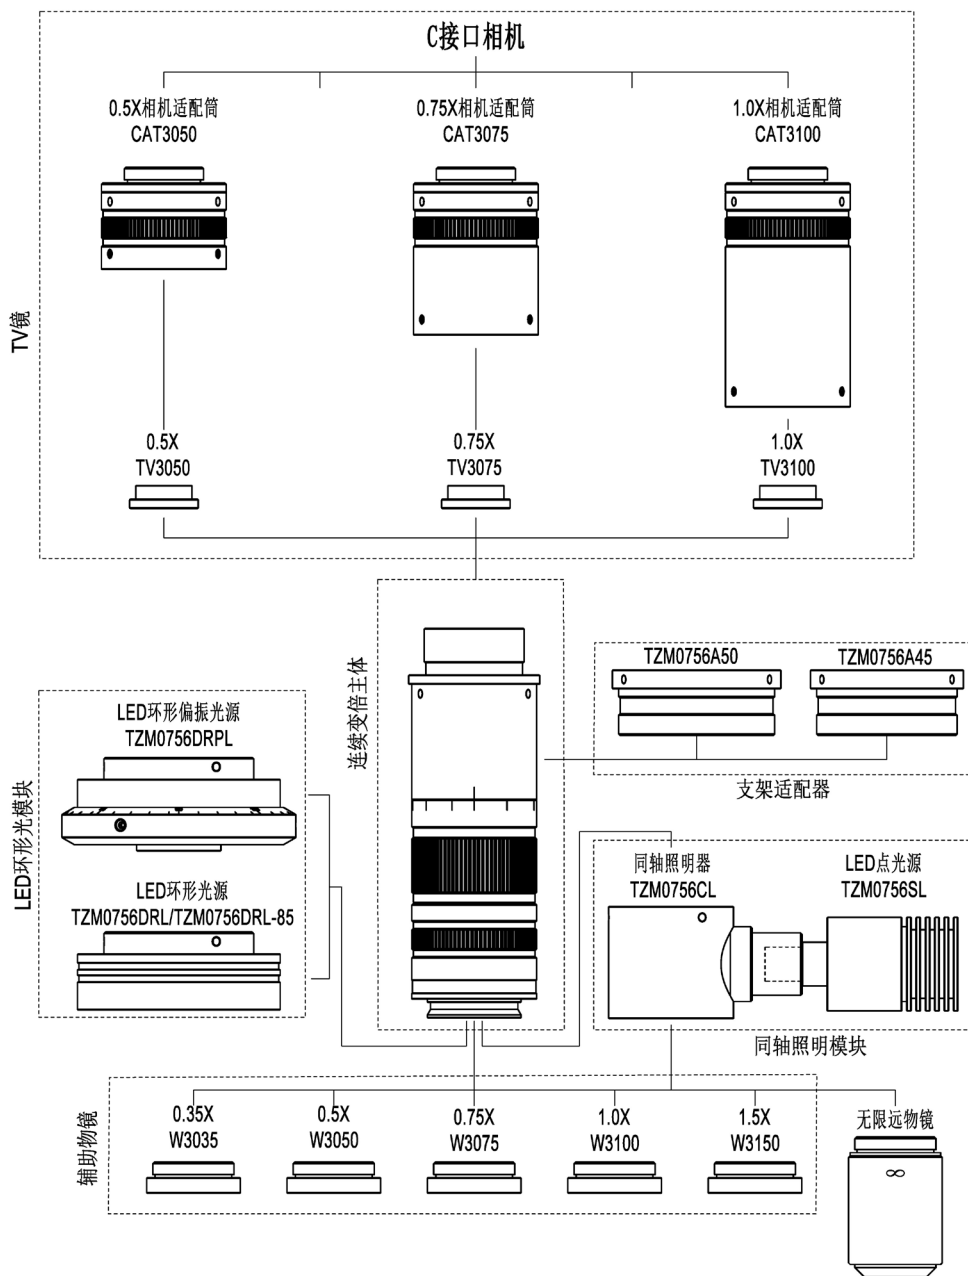

图 12 TZM0440 系列 MZO 的五大模块配置图
**TZM0440** 系列 MZO 五大模块配置图如图 12 所示，用户可以直接根据下图配置自己需要的 **TZM0440** MZO。**TZM0440** 系列 MZO 搭配相机模块（可选）即可组成数码用连续变倍显微镜系统。